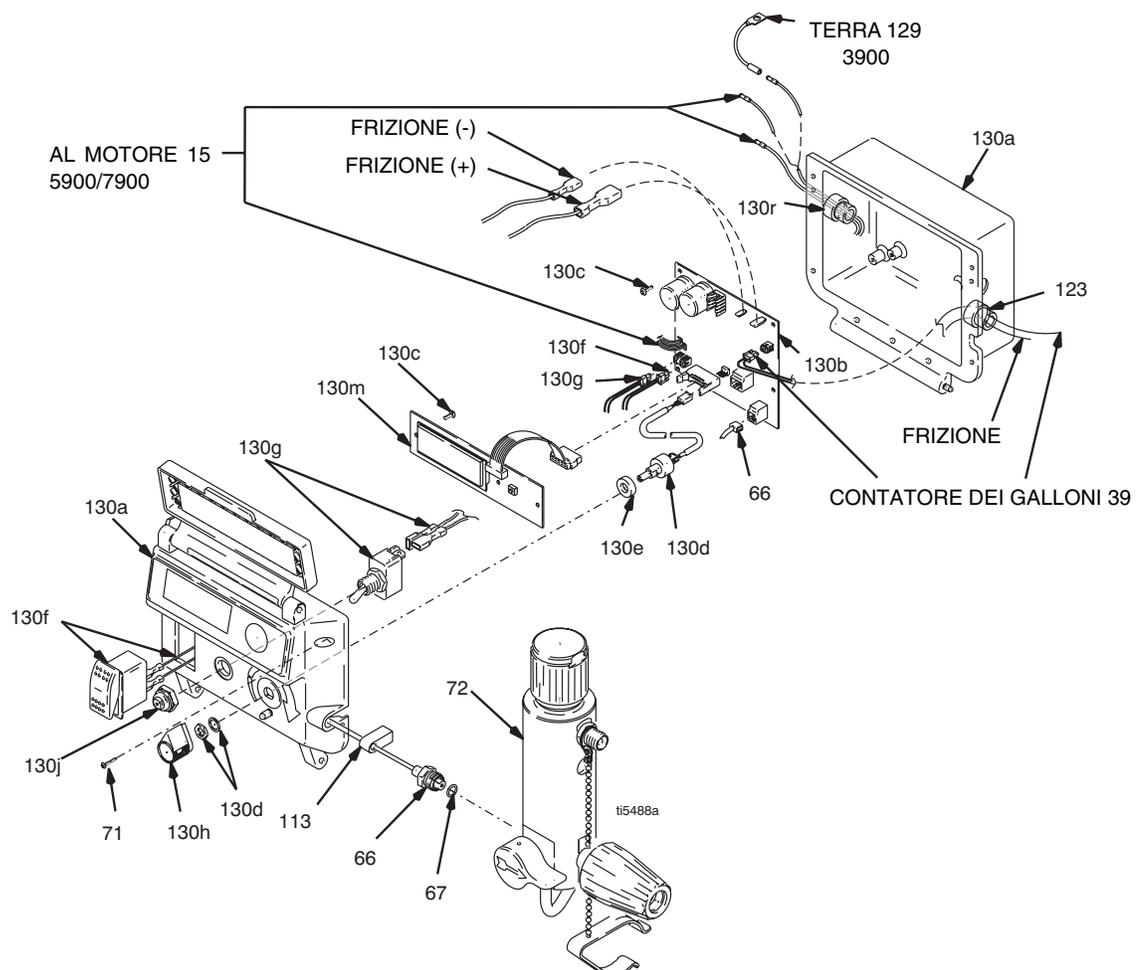

FIG. 14
12. FIG. 14. Collegare i connettori del cavo della frizione all'interno del controllo della pressione.
1. FIG. 14. Togliere le due viti (71) e abbassare il coperchio (130a).
1. FIG. 14. Rimuovere le due viti (71) e abbassare il coperchio (130a).
- Il contatto dal trasduttore (66).
- Il contatto dal sensore del contatore dei galloni (39).
1. FIG. 14. Installare la scheda di controllo (130b) con quattro viti (130c).
2. Scollegare il contatto del trasduttore (66) dalla scheda di controllo (130b).
3. Estrarre il connettore del trasduttore con un martello di gomma (113).
4. Rimuovere il trasduttore del controllo di pressione (66) e l'anello di tenuta (67) dal corpo del filtro (72).
1. FIG. 14. Installare l'anello di tenuta (67) e il trasduttore del controllo di pressione (66) nel corpo del filtro (72). Serrare fino a 35-45 ft-lb.
3. Collegare il contatto del trasduttore (66) alla scheda di controllo (130b).
4. Sollevare il coperchio (130a) e fissarlo con due viti (71).
2. FIG. 14. Installare il potenziometro, il dado dell'albero, la controrondella e la manopola del potenziometro (130h).